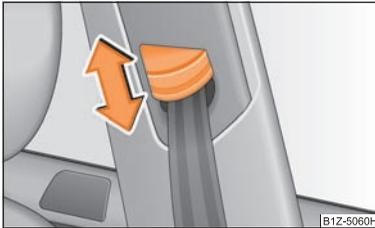

Fig. 131 Siège avant: Réglage de la hauteur des ceintures
- Poussez la ferrure d'inversion dans la direction souhaitée vers le haut ou vers le bas ⇒ page 153, fig. 131.